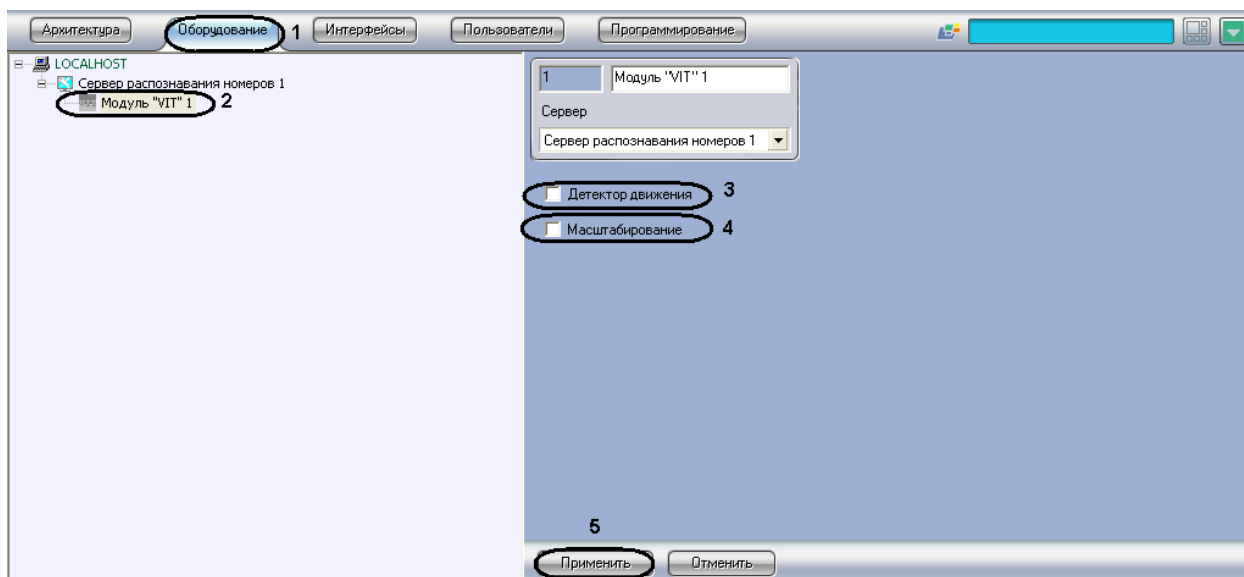

Рис. 7.2—5. Настройка программного модуля «VIT»
- В дереве объектов на вкладке «Оборудование» выбрать объект «Модуль „ VIT“», соответствующий настраиваемому программному модулю «VIT» (Рис. 7.2—5, 2). В правой части вкладки «Оборудование» отобразится панель настройки выбранного объекта.
3. Для повышения скорости распознавания номеров у мегапиксельных видеокамер установить флажок «Детектор движения» (см. Рис. 7.2—5, 3).
4. Для повышения скорости распознавания номеров у мегапиксельных видеокамер без потери качества распознавания установить флажок «Масштабирование» (см. Рис. 7.2—5, 4).